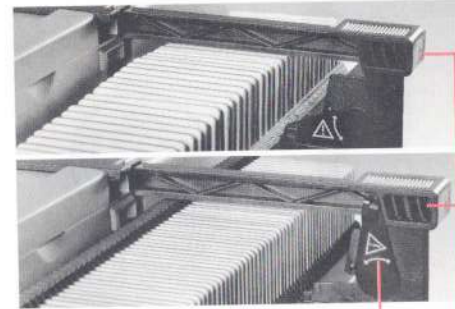

Bild 2 18 13
Diagreifer (13) herausziehen und den Schwenkarm (18) bei Verwendung von **Gemeinschaftsmagazinen** nach **unten** bzw. bei **LKM- oder CS-Magazinen** nach **oben** schwenken (Bild 2).
Pull out the slide claw (13) and move the swivel arm (18) **downwards** when using **standard slide trays** or **upwards** when using **LKM or CS slide trays** (see Fig. 2).
Tirer le passe-vue (13) et **abaisser** le bras orientable (18) pour l'utilisation de **paniers standards**, resp. le **relever** pour les **paniers LKM ou CS** (fig. 2).